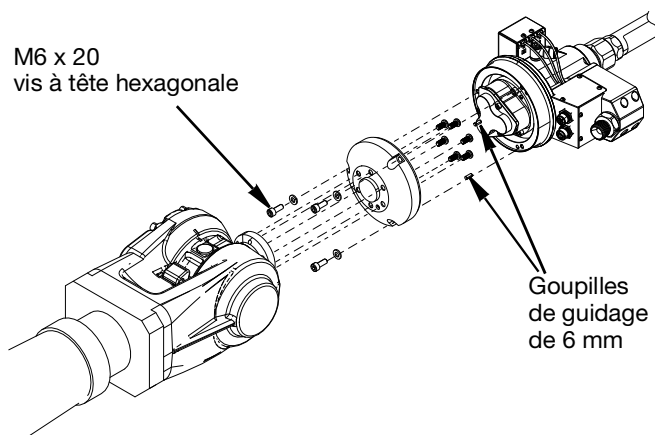

FIG. 2
2. La bride de montage est ensuite fixée au corps du pistolet SST Switch 3D à l'aide de trois vis à tête hexagonale M6x20. Serrez au couple de 11,1 N•m. Il est important de s'assurer que les tiges de guidage de 6 mm fournies avec le kit sont insérées dans les bonnes positions. Voir FIG. 2.